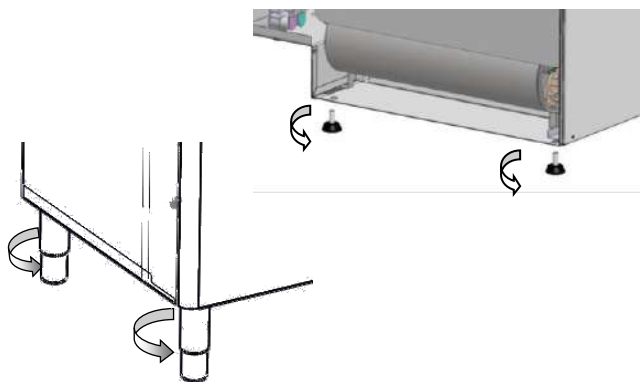

Рис. 6
- Расположите посудомоечную машину и выровняйте оборудование, поворачивая ножки (Рис. 6).